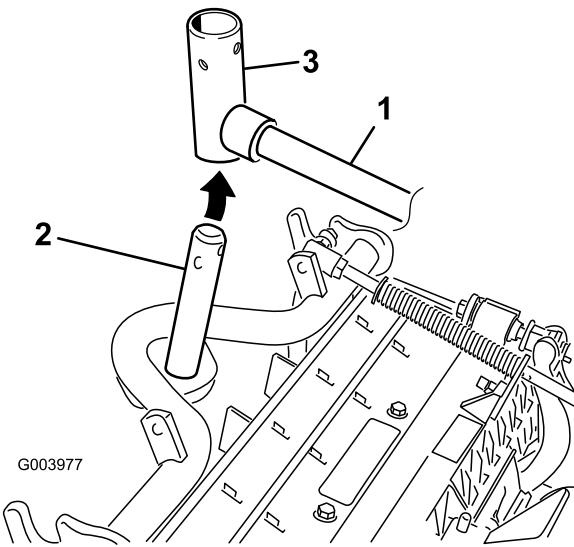

Figura 10
- En las unidades de corte delanteras, deslice una unidad de corte debajo del brazo de elevación mientras introduce el eje del bastidor de tiro en la horquilla de pivot del brazo de elevación (Figura 10).
- B. Introduzca la horquilla del brazo de elevación en el eje del bastidor de tiro (Figura 10).